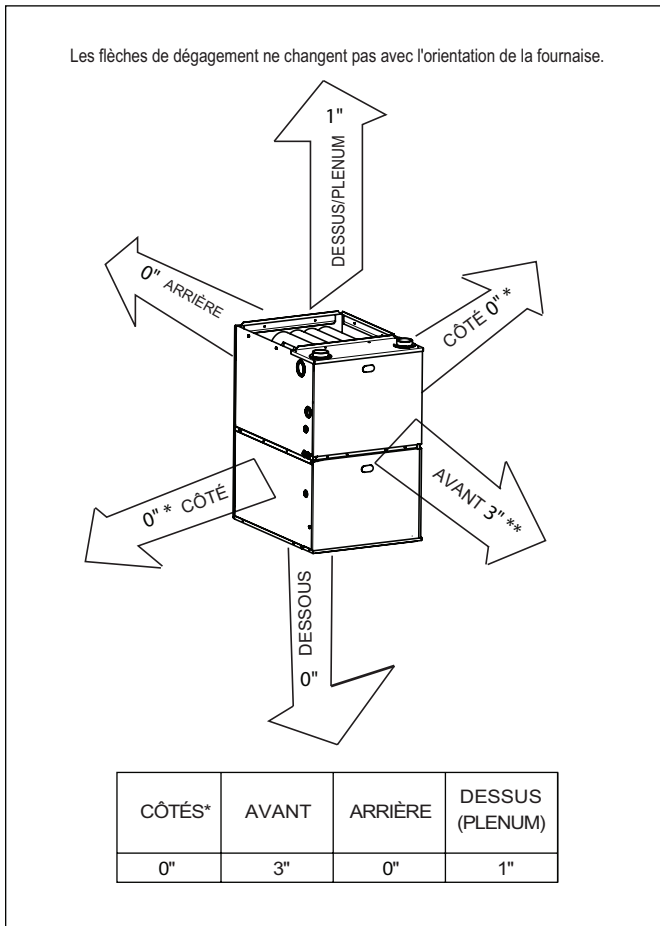

Figure 3 Espace minimal par rapport aux constructions combustibles
Voir la Section 3, Fig. 3 pour les dégagements requis par rapport à la construction combustible.
Cette fournaise est destinée à être installée à l'intérieur d'un bâtiment construit sur place. Cette fournaise peut être installée sur un sol combustible dans une alcôve ou un placard avec un dégagement minimum comme indiqué à la Figure 3.
- Ne pas être installée directement sur un matériau combustible autre que le plancher de bois. Reportez-vous à la section 3 Fig 3. pour les dégagements requis.
- Disposer d'un espace suffisant pour l'entretien et le nettoyage. Respectez toujours les dégagements minimaux de protection contre l'incendie indiqués sur l'étiquette de dégagement de la fournaise par rapport aux matériaux combustibles. Reportez-vous à la Section 3, Fig 3.